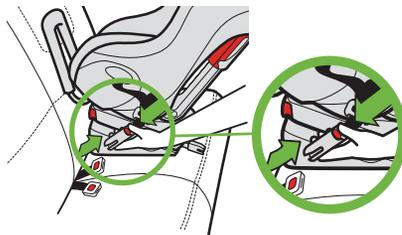

Figura 57
- Mantenga oprimido el botón rojo de soltar al mismo tiempo que tira del conector LATCH para la posición viendo hacia atrás, como se muestra en la **figura 57**.